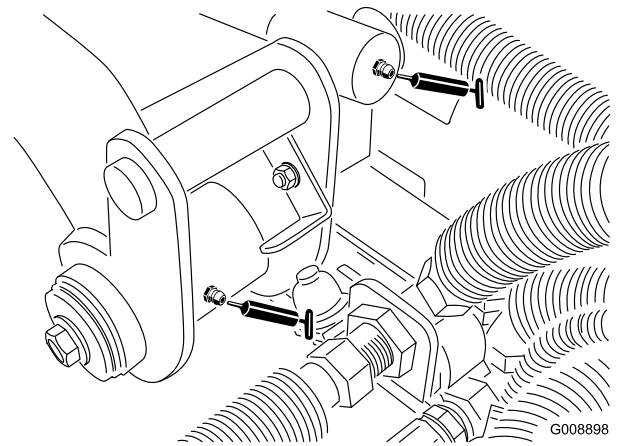

Figura 36
- 2 articulações do braço de elevação traseiro e cilindro de elevação (**Figura 36**)